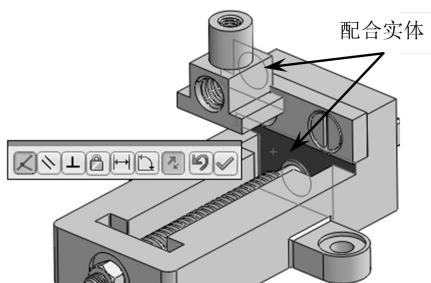
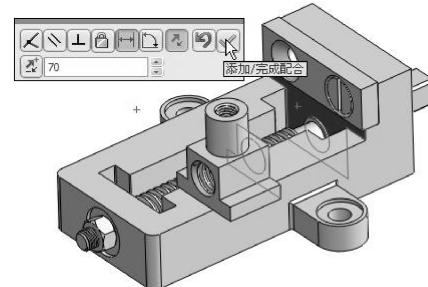

图 7-56 对齐方块螺母与钳身
图 7-57 完成距离配合
- 08 装配方块螺母到丝杠。装配时方块螺母将会使用【距离】配合和【同轴心】配合。选择方块螺母上的面与钳身面作为要配合的实体后，方块螺母自动与钳身的侧面对齐，如图 7-56 所示。此时，在【标准配合】选项卡中单击【距离】按钮 ，然后在距离数值框输入值 **70**，再单击【添加/完成配合】按钮，完成距离配合，如图 7-57 所示。